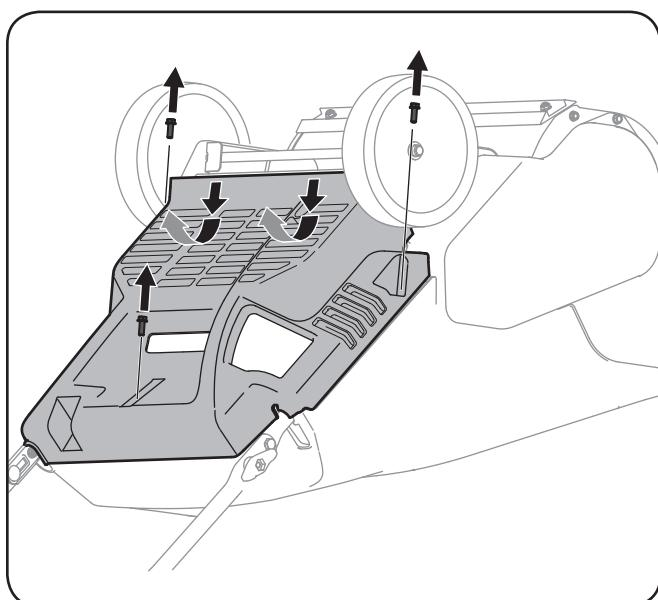

Figure 6-3
- Il est nécessaire de retirer le panneau inférieur pour atteindre l'orifice de vidange de l'huile et la bougie. Retirez les trois vis qui retiennent le panneau inférieur. Enlevez le panneau en le soulevant pour dégager les pattes de sa base des fentes, puis tirez-le. Voir la Fig. 6-3.